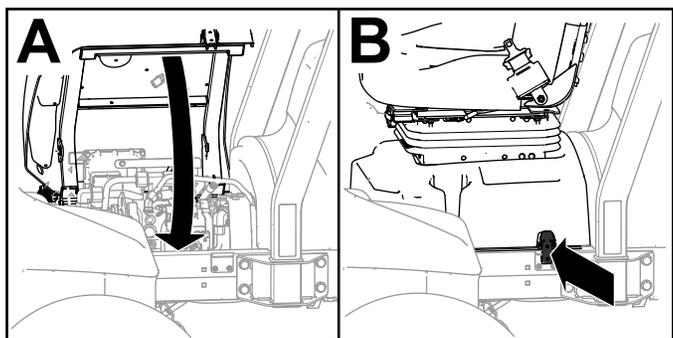

図 104
4. 運転席を元通りにしてベースをラッチで固定する **図 104**の A。